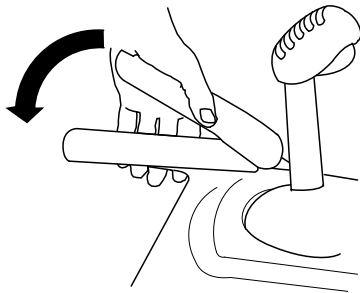

Bild 9
3. Drücken Sie den linken Hebel (Fahrantrieb) zum Handgriff (Bild 9).
6. Drücken Sie den linken Hebel (Fahrantrieb) zum Handgriff (Bild 9).